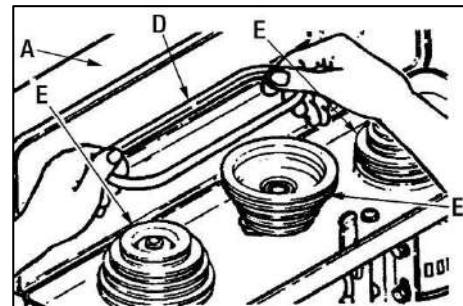
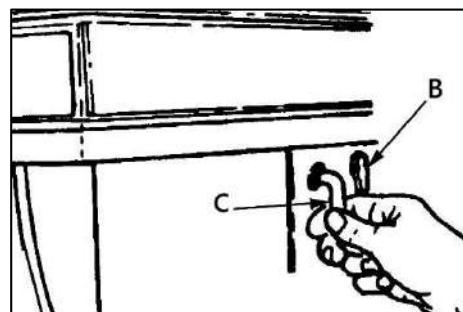

Рисунок 12
Рисунок 13
Откройте кожух (A) сверлильной головки (рис. 12), ослабьте фиксаторы (B) натяжения ремней (рис. 13), расположенные с правой и левой стороны головки сверлильного станка. Поверните ручку (C) натяжения ремней по часовой стрелке, чтобы ослабить их натяжение. Затяните фиксаторы натяжения (B).